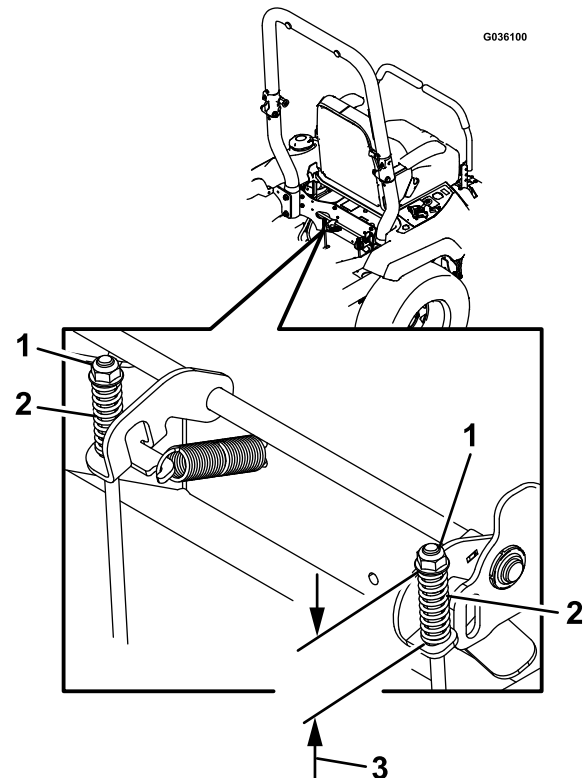

Figura 90
7. Compruebe la longitud de ambos muelles como se muestra en Figura 90. Si se requiere un ajuste, gire la tuerca superior en el sentido de las agujas del reloj para acortar el muelle y en el sentido contrario a las agujas del reloj para alargarlo.